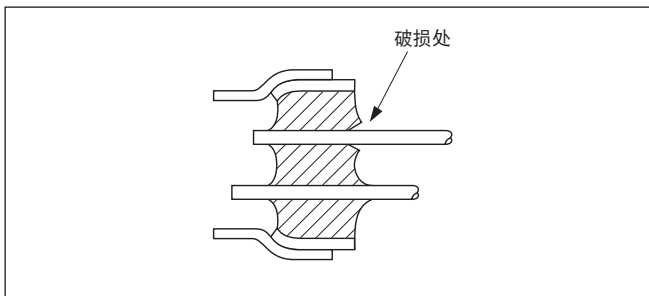

图3
(1) 要修改弯曲的导脚时,以及要取出晶振等情况下不能强制拔出导脚,如果强制地拔出导脚,会引起玻璃的破裂,而导致壳内真空浓度的下降,有可能促使晶振特性的恶化以及晶振芯片的破损(参阅图3)。